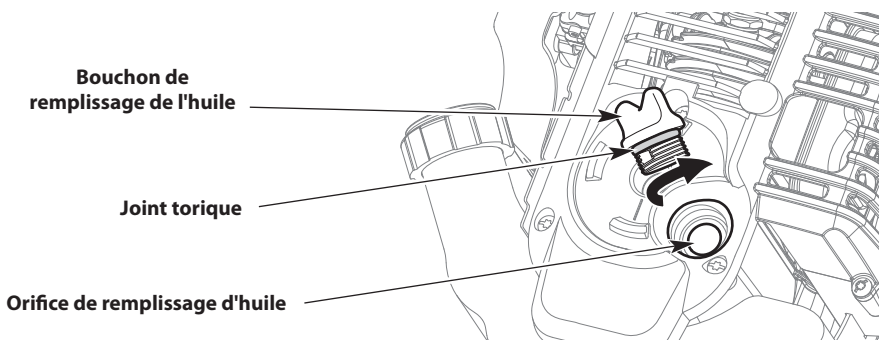

Fig. 12
2. Dévissez le bouchon de remplissage d'huile (Fig. 12).
3. Versez 90 ml (3,04 oz) d'huile dans l'orifice de remplissage d'huile (Fig. 12).
5. Assurez-vous que le joint torique est en place sur le bouchon de remplissage d'huile (Fig. 12).